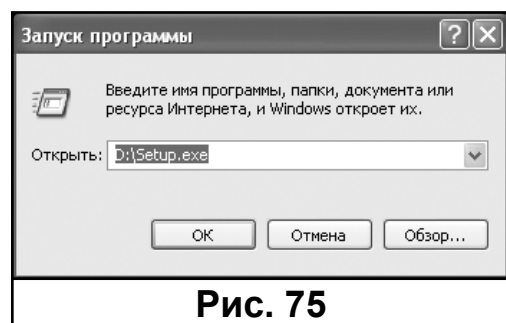

Рис. 75
- В открывшемся окне наберите командную строку **D:\Setup.exe**, где **D:**-буква электронного носителя в ПК (Рис. 75).